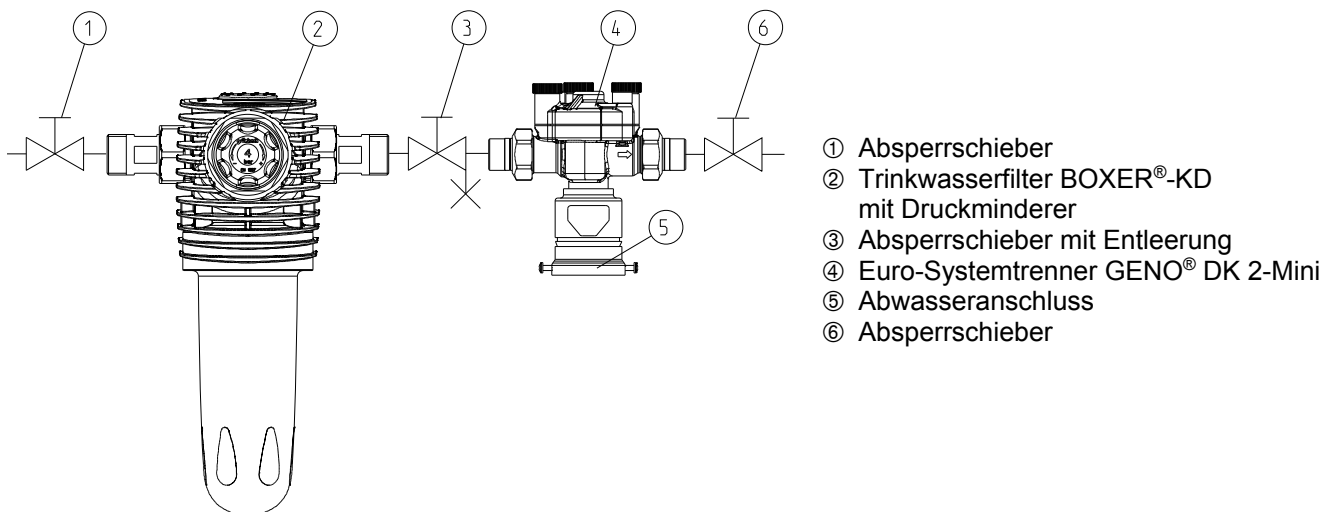

Abb. D-1: Installationsbeispiel Filterkombination Trinkwasserfilter BOXER®-KD mit Euro-Systemtrenner GENO® DK 2
- Installation entsprechend der Installationszeichnung (Abb. D-1) vornehmen.